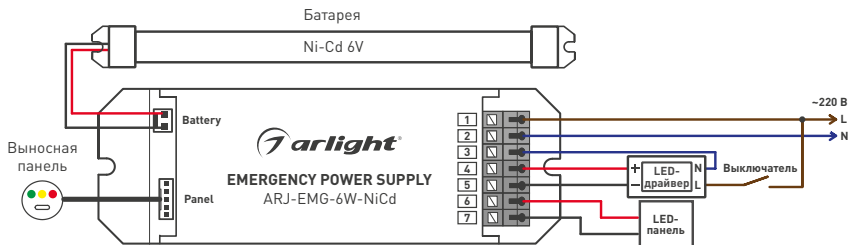

Рисунок 1. Стандартная схема подключения
- 3.4. Подключите провода, постоянно подключенные к сети: «L» (фаза) — коричневый провод — к выводу 1, «N» (ноль) — синий провод — к выводу 2, см. рисунок 1.